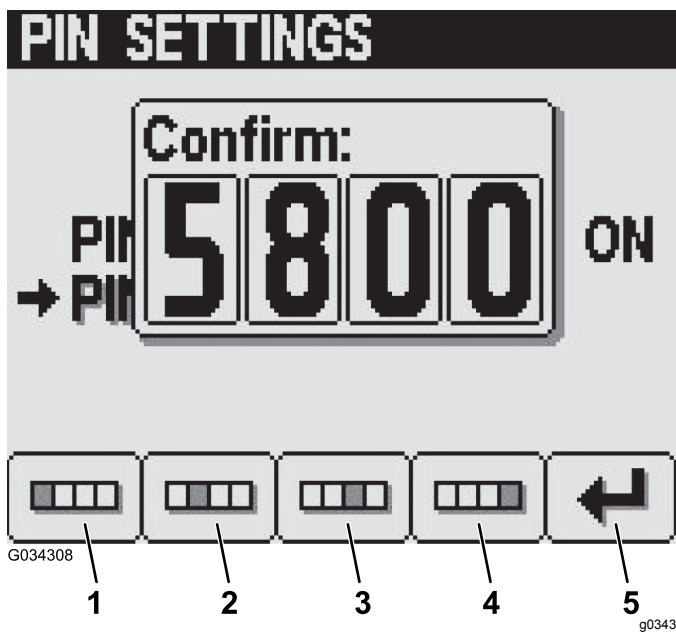

図 37
6. 確認Confirmという画面で、ボタン 14 を使って新しい 4けたの PIN を入力し、入力が完了したらボタン 5 で確定する 図 37。